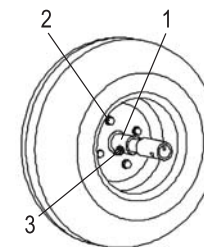

рис. 6
5.10 При эксплуатации мотоблока на колёсах проверьте крепление колёс и давление в шинах. Диск колеса состоит из 2-х половин, соединённых между собой болтами. Ступица **1** (рис. 6) крепится к диску 4-мя болтами **2** (рис. 6). Втулка ступицы имеет отверстие, в которое вставляется шплинт **3** (рис. 6) после установки колеса на выходной вал.